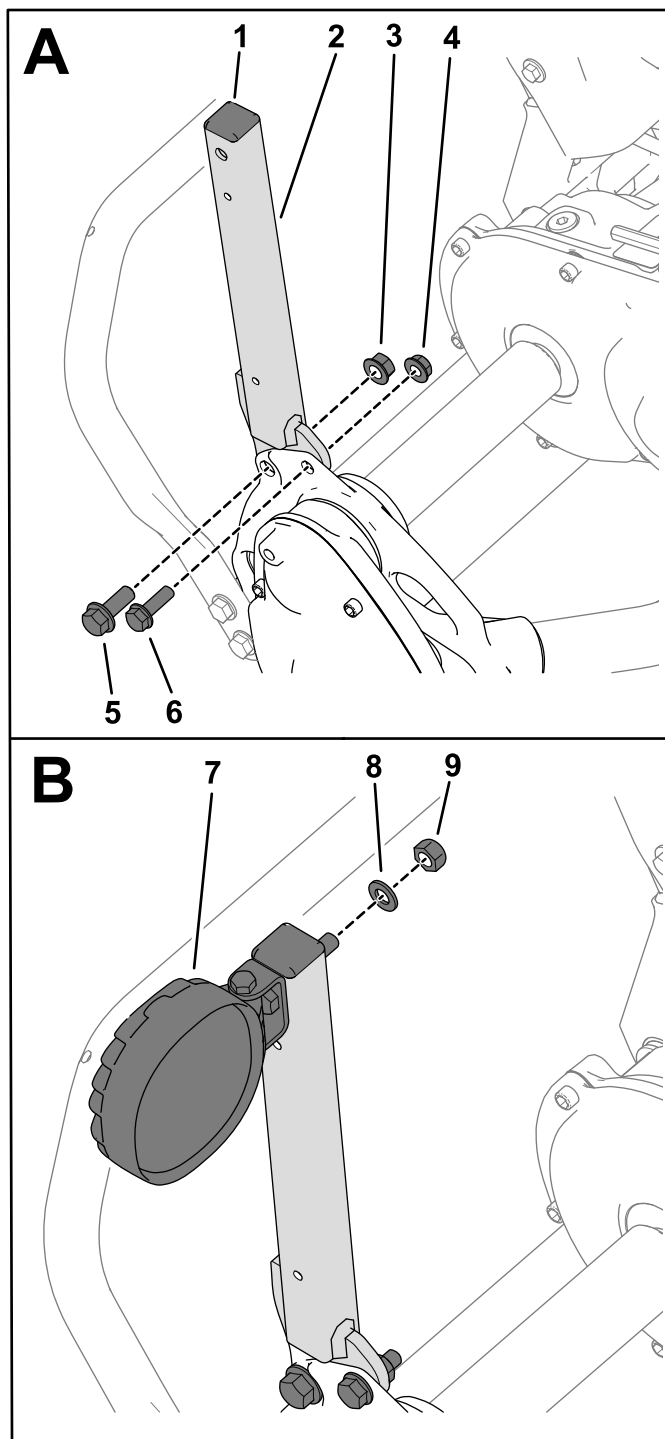

Figura 1
1. Utilizzate 2 bulloni (3/8"), 2 bulloni (5/16"), 2 dadi (3/8") e 2 dadi (5/16") per fissare i supporti delle luci al telaio della macchina (Figura 1).
2. Montate i tappi del supporto sui supporti (Figura 1).
3. Utilizzate le rondelle e i dadi forniti con ogni luce a LED per fissare le luci ai supporti (Figura 1).